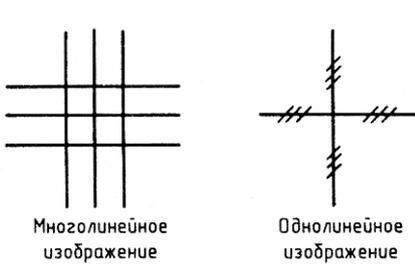

Рисунок 75 – Однолинейное представление группы линий электрической связи
- группы линий связи, не имеющие ответвлений и не пересекающиеся между собой, представлены на рис. 75.